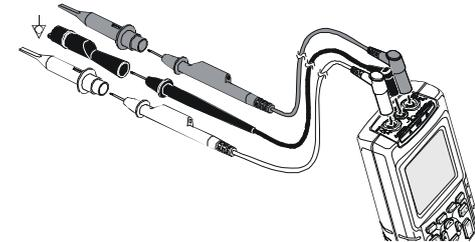

Figure 9-3. Mise à la terre avec un cordon de masse non blindé
- Utilisez le conducteur de terre non blindé noir sur COM (commun) pour les mesures de résistance (Ω), de continuité, de diode et de capacité. (Voir la figure 9-3.)